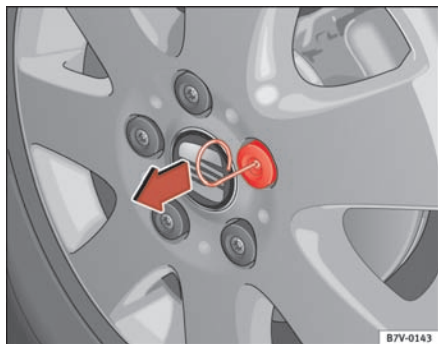

Fig. 157 Træk kappen af med afmonteringsbøjlen.
- Stik afmonteringsbøjlen gennem åbningen i midten af dækkappen ⇒ **fig. 157.**